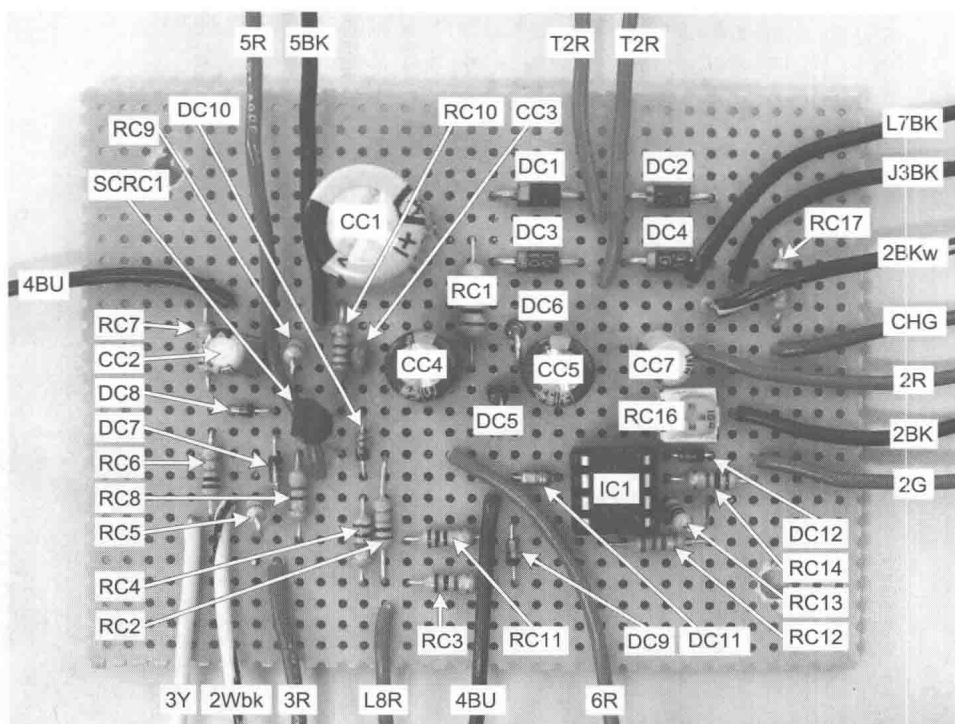
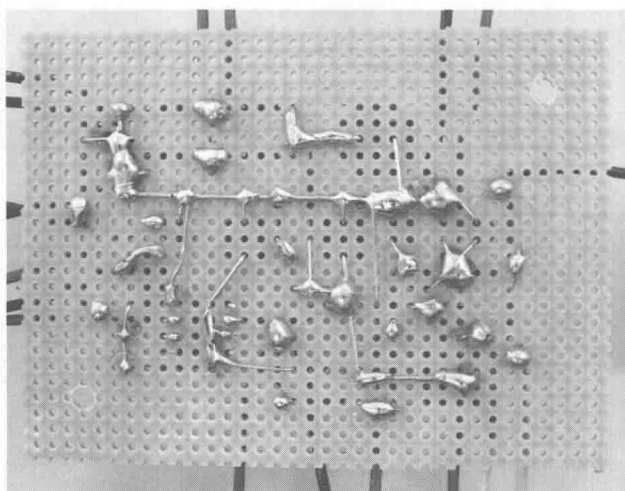

图 1-3 制作好的控制电路板
图 1-4 控制电路板的接线
按照图1-3和图1-4把元器件和线路焊接到实验电路板上（如果有什么不明白的地方，请参考图1-2）。
- L8R: 红线连接到控制面板 (见图1-3)
- L7BK: 黑线连接到控制面板 (见图1-3)